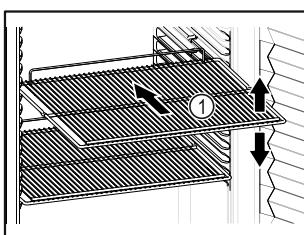

Fig. 50 Atvaizdo pavyzdys
- Jei pastatymo groteles Fig. 50 (1) galima perkelti, pritai-kykite atsižvelgdami į aukštį.